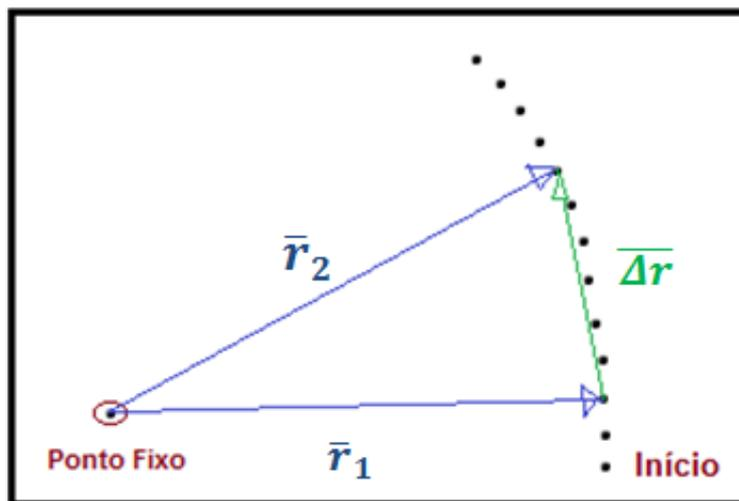

Figura 4: Representação da folha sensível.
5. Represente os vetores \mathbf{r}_i e também os vetores de deslocamento $\overline{\Delta r}$ em escala 1:1 (1 cm de deslocamento = 1 cm de flecha), ou seja, desenhe uma flecha que começa no primeiro ponto do trecho e tem a ponta de seta no último. Como mostra a Figura 4.
6. Determine a velocidade média v , a partir de $\frac{\Delta r}{\Delta t}$ do púque para cada trecho e a elongação da mola ($x-x_0$); não se esqueça de levar em conta a diferença medida no item 3 acima. A velocidade instantânea no ponto central de cada trecho de trajetória selecionado no item 4 acima (o ponto central é o quarto ponto do trecho) pode ser aproximada pelo valor da velocidade média no trecho. Para obter o módulo do vetor momento angular, é necessário também conhecer a direção da velocidade: